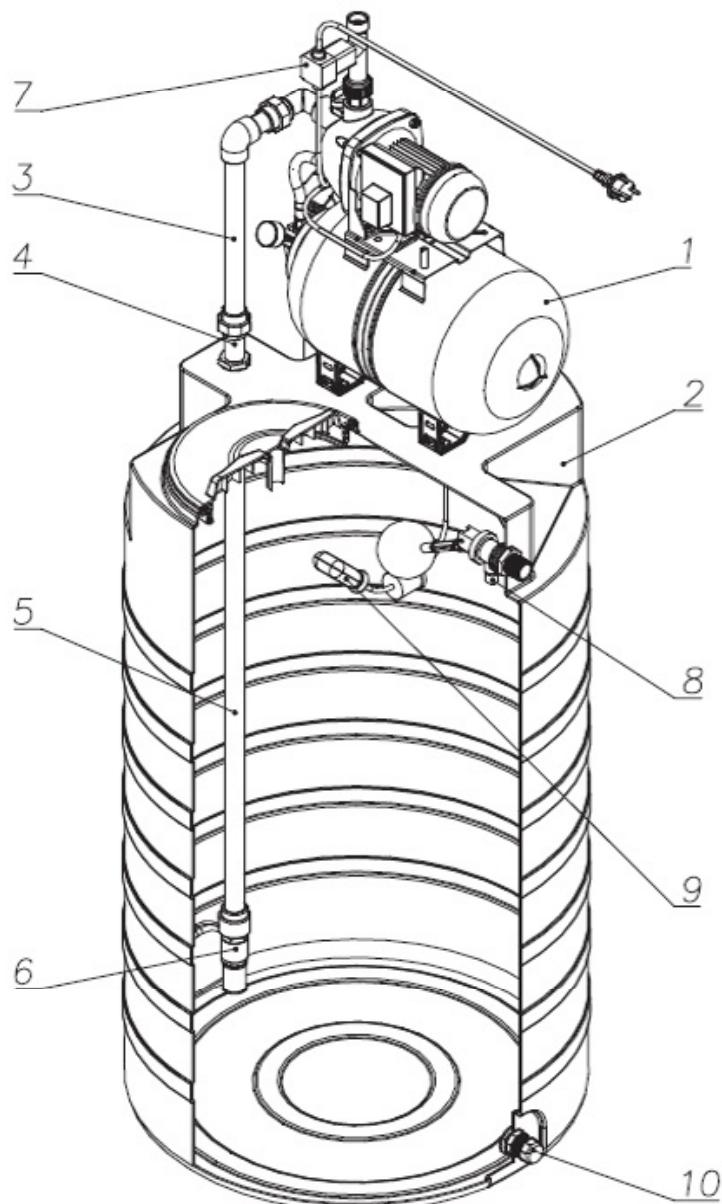

Рис. 2
3.2 Приемный бак объемом 500 л (поз.2 рис.2) для промежуточного накопления воды заданного объема с верхней резьбовой крышкой диаметром 330 мм и нижним сливным отверстием 1" - 1 комплект.
3.3 Соединительный элемент для соединения бака с всасывающим трубопроводом (поз. 4 рис. 2) – 1 комп.
3.4 Труба всасывающая верхняя для соединения АНС с соединительным элементом (поз.3 рис.2)– 1 шт.
3.5 Труба всасывающая нижняя для забора и подачи воды (поз.5 рис. 2)– 1 шт.
3.6 Обратный клапан с фильтром для создания одностороннего потока воды и предварительной его фильтрации (поз.6 рис. 2) – 1 шт.
3.7 Гидростоп, защищающий насос от холостого (сухого) хода (поз.7 рис.2) – 1 шт.
3.8 Плавковый клапан, защищающий бак от переполнения водой из магистрали и удерживающий необходимый объем воды в баке (поз. 8 рис. 2) – 1 шт.
3.9 Выключатель уровня (поз.9 рис. 2) – 1 шт, автоматически отключающий скважинный или колодезный насос при заполнении бака и удерживающий необходимый объем воды.
3.10 Комплект сливного штуцера с пробкой для слива воды из бака (поз.10 рис. 2) – 1 комп.